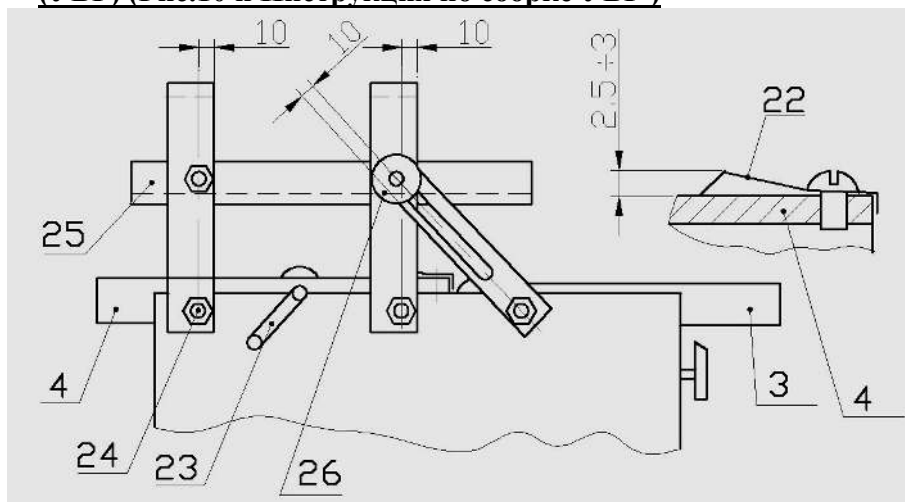

Рис.10
- При необходимости, подрегулировать размер обработки и высоту прижима (6) и повторить операцию.
4.2.2. Рейсмусование с Устройством Быстрой Регулировки размера (УБР) (Рис.10 и Инструкция по сборке УБР)